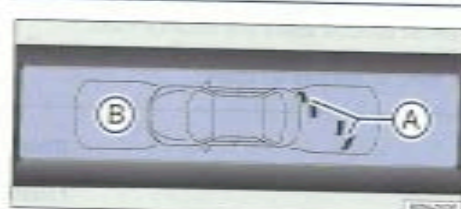

Fig. 151 Affichage à l'écran du système d'aide au stationnement (ParkPilot) (afficheur monochrome).
La zone dans laquelle sont repérés les obstacles à l'avant du véhicule s'étend à une distance d'environ 120 cm vers l'avant et d'environ 60 cm vers les côtés (B) ou → fig. 151 (B). La zone balayée à l'arrière du véhicule atteint une distance d'env. 160 cm vers l'arrière → fig. 150 (A) ou → fig. 151 (A) et d'env. 60 cm vers les côtés.
Le graphique qui s'affiche représente les zones balayées dans plusieurs segments. Plus le véhicule se rapproche d'un obstacle, plus le segment s'élargit. L'obstacle est représenté → fig. 150 (A) ou → fig. 151 (A). La zone de collision est atteinte au plus tard lorsque l'avant-dernier segment apparaît. Arrêtez de rouler !